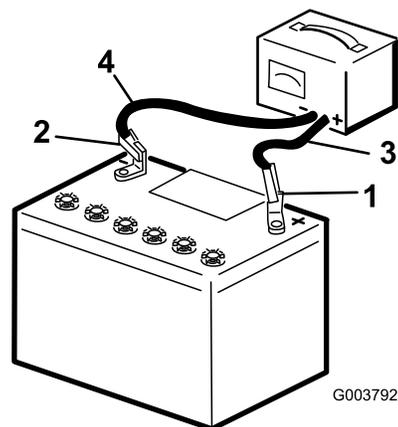

Рисунок 30
4. После полного заряжения аккумулятора отсоедините зарядное устройство от электророзетки и штырей аккумулятора (Рисунок 30).
3. Заряжайте аккумулятор в течение 10-15 минут током 25-30 Ампер, или 30 минут током 4-6 Ампер (Рисунок 30). Не допускайте избыточного заряда аккумулятора.